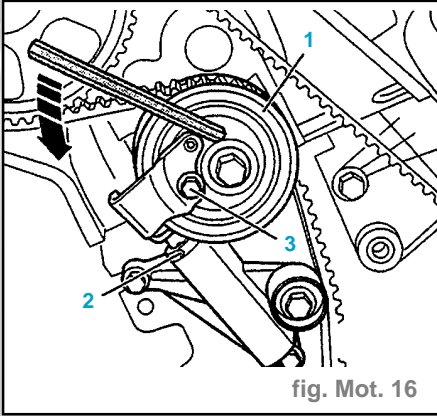

fig. Mot. 16
- Tourner le galet-tendeur de courroie crantée -1- dans le sens de la flèche à l'aide d'une clé mâle pour vis à six pans creux (8 mm) et d'une allonge (p. ex. V.A.G 3114) jusqu'à ce que les alésages du piston et du boîtier du dispositif de tension coïncident et que la goupille d'arrêt (p. ex. goupille fendue d'un diamètre de 1,5 mm) puisse être introduite dans l'alésage -2- (fig. Mot. 16).